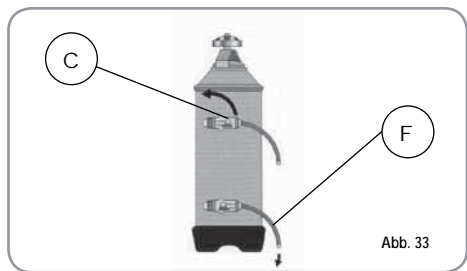

Abb. 33
2) Den Verschluss wieder einsetzen und den Hebel C wieder nach links führen (Abb. 33). Dabei hat das Salzwasser durch das Rohr F zu fließen, bis wieder Süßwasser vorliegt (1/2 Stunde).